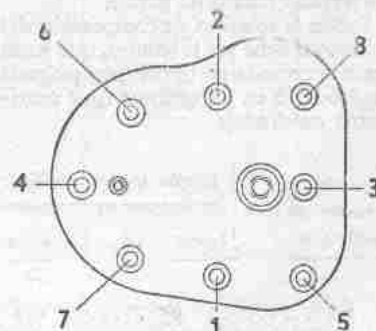

Fig. 112. — Al desmontar o colocar la culata, las tuercas deben aflojarse o apretarse en un orden análogo al señalado.
4.a Fugas en la junta de la culata (*4y2t*). Se comprueba de una manera análoga a la de la anterior avería, y para remediar este defecto ha de quitarse la culata. Se desembornan los cables de encendido de las bujías y se quitan éstas. Se aflojan las tuercas de sujeción de la culata con una llave de tubo, siguiendo el orden marcado en la fig. 112, o análogo, y se levanta, cuidando de no estropear la junta (1). Primero se